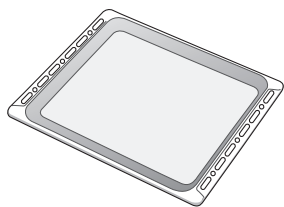

Рис. 1
**Поддон для сбора жира (Рис. 1)**